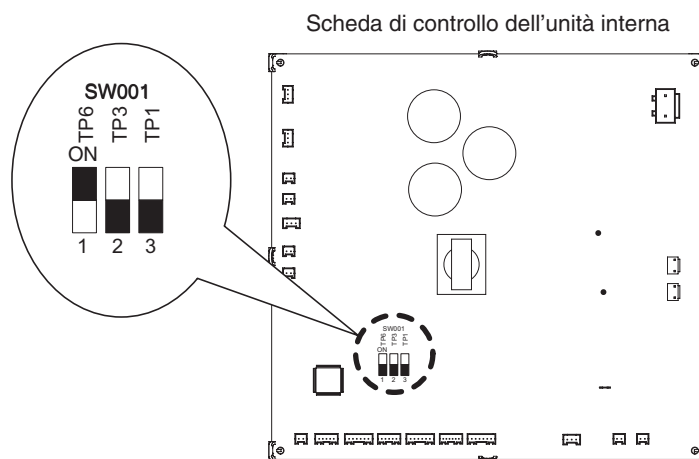

Fig. 8-1
2. Aprire lo sportello della scatola dei componenti elettrici e individuare dove si trova l'interruttore di selezione sulla scheda di controllo dell'unità interna. (Fig. 8-1)